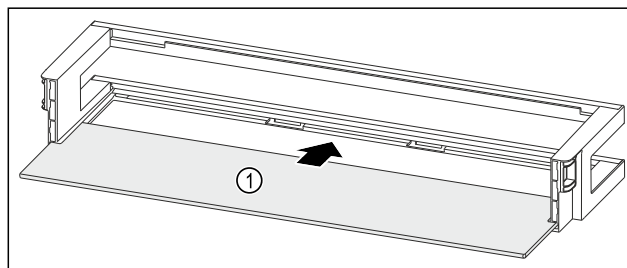

Fig. 194 Rafti i derës me raft mbajtës
- Futni raftin mbajtës Fig. 194 (1) në fole të anësore.